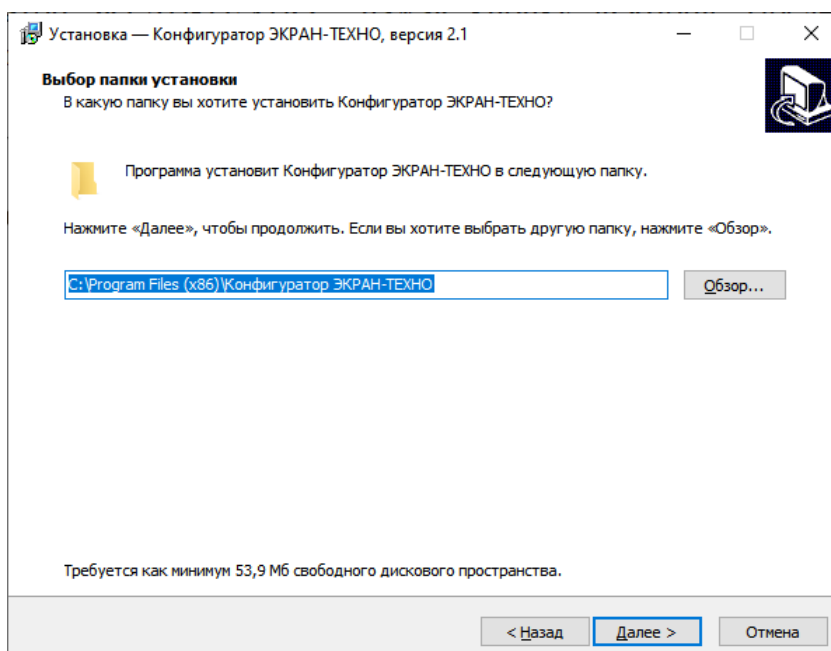

Рисунок 3.3 – Окно «Выбор папки установки»
2) В окне «Выбор папки установки» (рисунок 3.3) необходимо выбрать путь установки ПО «Конфигуратор ЭКРАН-ТЕХНО», нажав кнопку «Обзор». После необходимо нажать кнопку «Далее». По умолчанию установлен путь: C:\Program Files\Конфигуратор ЭКРАН-ТЕХНО.